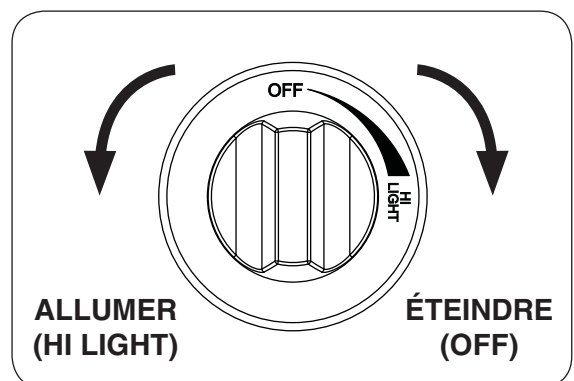

Fig. 18-2
4. **Une fois que le match est en feu et en position**, appuyer sur le bouton de contrôle du gaz et tournez dans le sens antihoraire à la position de **HI LIGHT (allumer)** (voir Fig. 18-2). Votre brûleur devrait s'allumer.
**Pour éteindre le brûleur à gaz**, appuyer sur le bouton de contrôle du gaz et tourner dans le sens horaire à la position **OFF (éteindre)** (voir Fig. 18-2). Assurez-vous que le bouton de commande est tourné complètement hors tension pour éviter toute fuite de gaz.